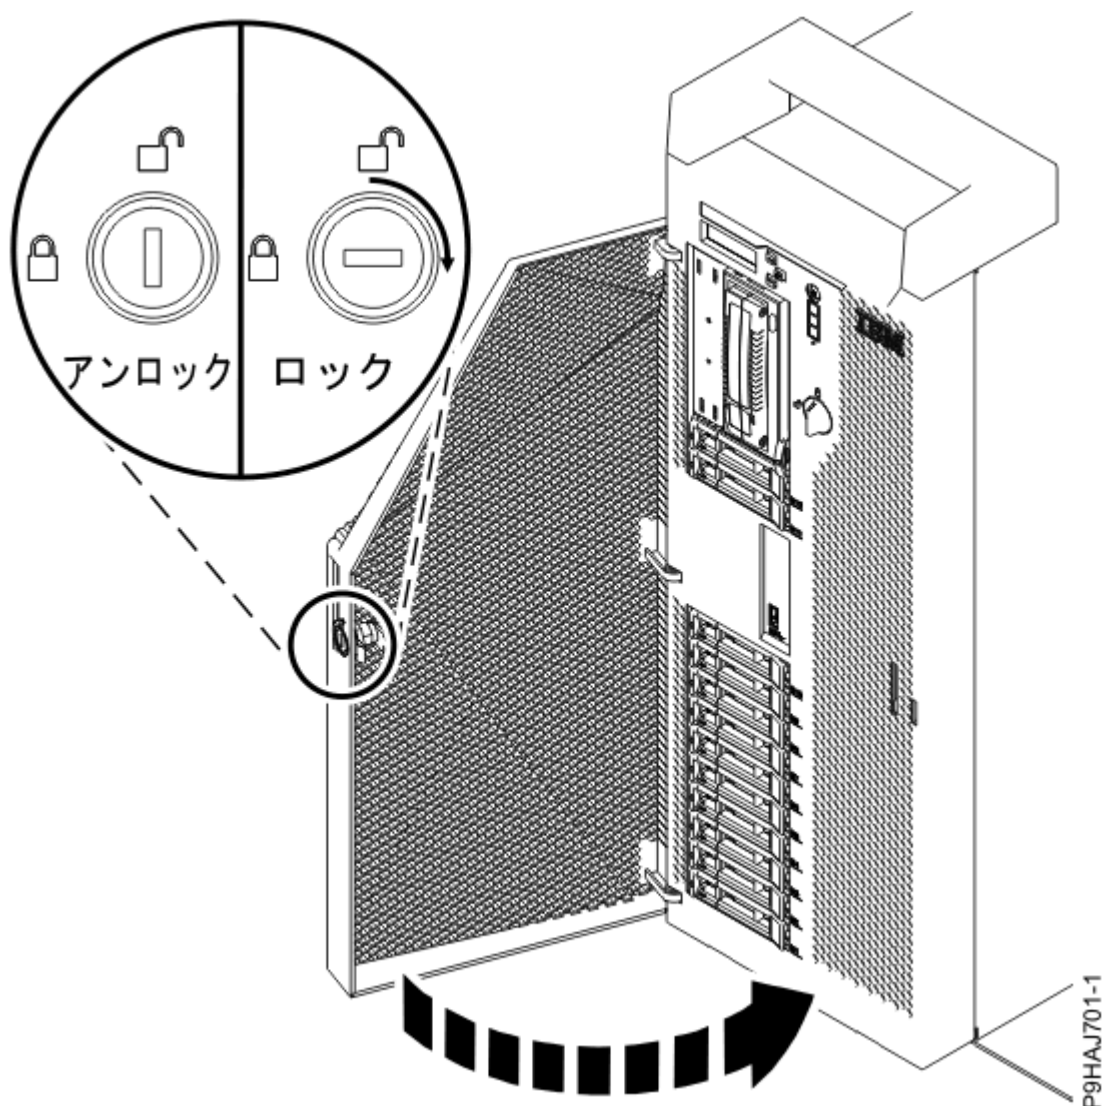

図 19. 前面ドアのロックング
14. スタンドアロン型システムの場合は、前面ドアを閉めます。前面ドアの鍵をロックに差し込みます (23 ページの図 19 を参照)。鍵を右 (時計回り) にひねって、ドアをロックします。水平方向がロック状態で、垂直方向がアンロック状態です。